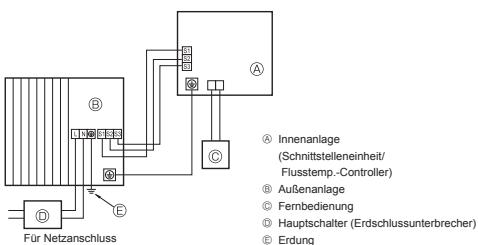
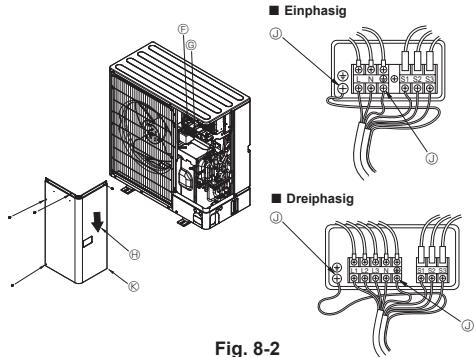

Fig. 8-1
Fig. 8-2
### 8.1. Außenanlage (Fig. 8-1, Fig. 8-2)
- ① Die Bedienungsplatte abnehmen.
- ② Die Kabel gemäß der Fig. 8-1 und der Fig. 8-2 verdrahten.